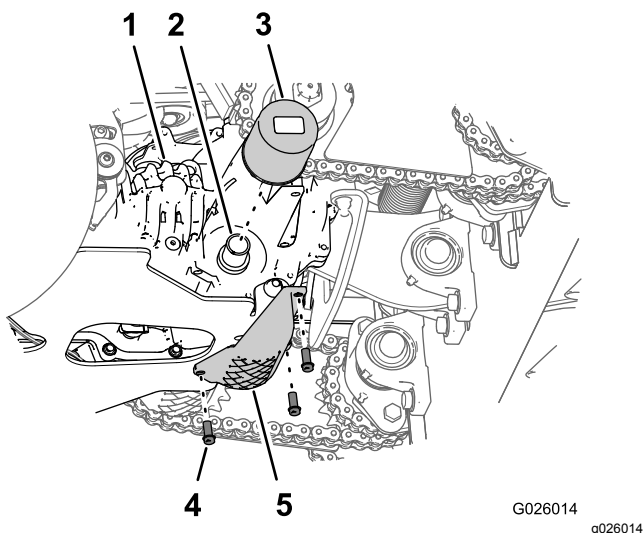

Figure 65
3. Retirez les 3 boulons à embase ($\frac{1}{4} \times \frac{3}{4}$ po) qui fixent la protection du filtre à la transmission, et déposez la protection (Figure 65).
4. Nettoyez la surface autour du filtre de transmission (Figure 65).
6. Tournez le filtre dans le sens antihoraire et déposez-le (Figure 65).
8. Posez le filtre en le tournant dans le sens horaire sur l'adaptateur jusqu'à ce que le joint rejoigne la base de l'adaptateur, puis serrez encore le filtre de $\frac{3}{4}$ à 1 tour (Figure 65).
9. Montez la protection du filtre au moyen des 3 boulons à embase ($\frac{1}{4} \times \frac{3}{4}$ po) que vous avez retirés à l'opération 3 (Figure 65); serrez les boulons à un couple de 10,17 à 12,43 N-m (90 à 110 po-lb).